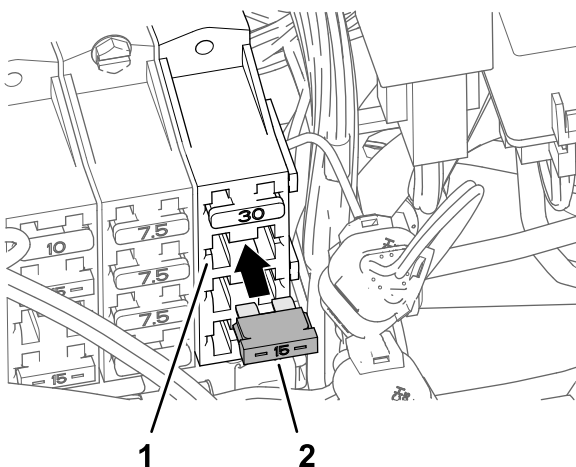

Figura 191
6. Inserite il fusibile (15 A) nella presa 2 del fusibile del portafusibili 3 fino a quando il fusibile non è completamente in sede (Figura 191).